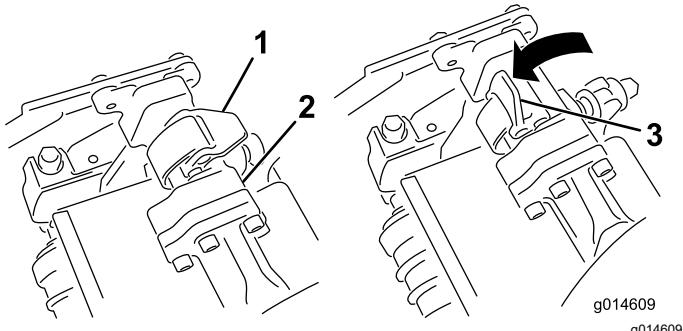

Figura 48
3. Con i fermi del braccio di sospensione rivolti verso l'alto (cioè aperti) (Figura 48), premete il braccio di sospensione verso il basso in modo che la barra si inserisca nella barra della parte superiore dell'apparato di taglio (Figura 49).
4. Chiudete i fermi spostandoli verso il basso e attorno alla barra dell'apparato di taglio, quindi bloccateli in posizione (Figura 48).
4. Aprite i fermi sulla barra del braccio di sospensione dell'apparato di taglio che state rimuovendo (Figura 48).